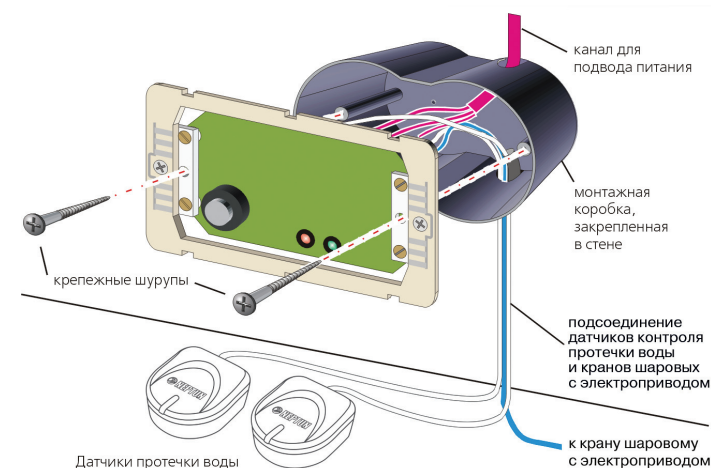

Рис. 8 Установка контроллера СКПВ220В-стандарт в монтажную коробку.
- установите и закрепите монтажную коробку в стене (см. рис. 8);